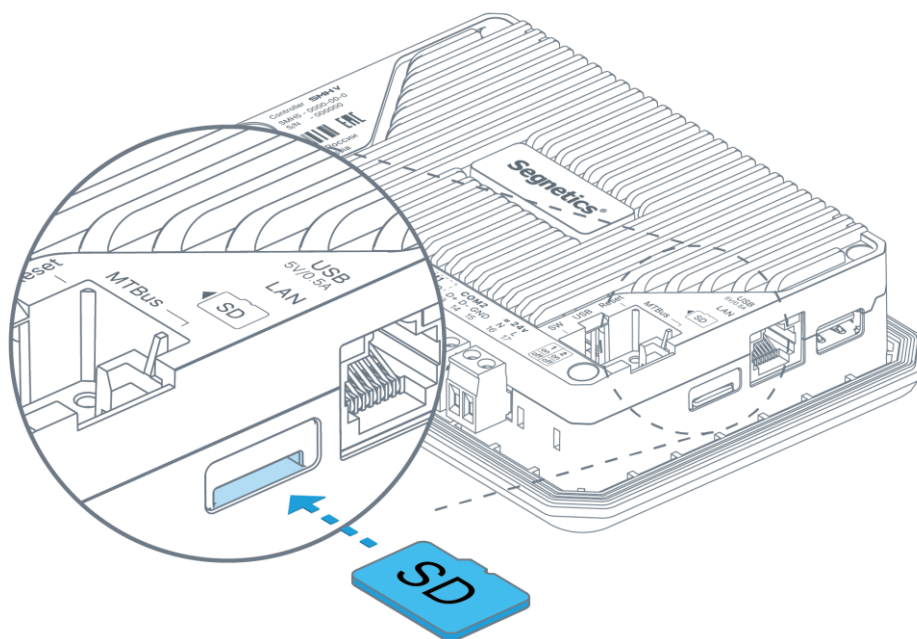

Рис. 66 – Установка и извлечение MicroSD карты.
- Сориентируйте карту как показано на Рис. 66;